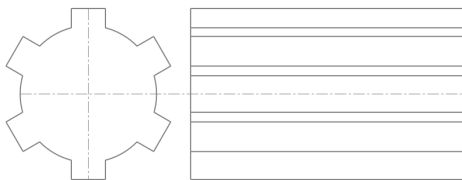

图 3-44 打开素材模型
(1) 单击常用工具栏中的【打开】按钮，打开一幅素材模型，如图 3-44 所示。